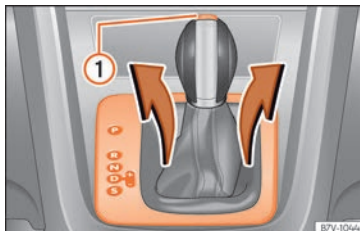

Fig. 241 Démontez le revêtement du champ d'indication des vitesses.
- Actionnez le frein de stationnement électronique (P) » » » ⚠️.
- Tirez le cache vers le haut au niveau du soufflet du levier sélecteur » » » **fig. 241**.
- Appuyez sur la touche de blocage » » » **fig. 241** ① sur le pommeau du levier sélecteur et placez le levier sur la position **N**.